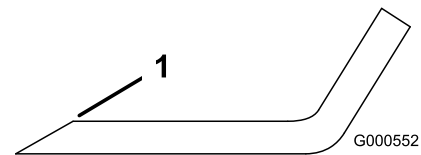

Figure 60
1. Au moyen d'une lime, aiguissez les tranchants à chaque bout de la lame (Figure 60).
**Remarque:** Si la lame est déséquilibrée, limez un peu l'extrémité de la partie relevée seulement (Figure 60).